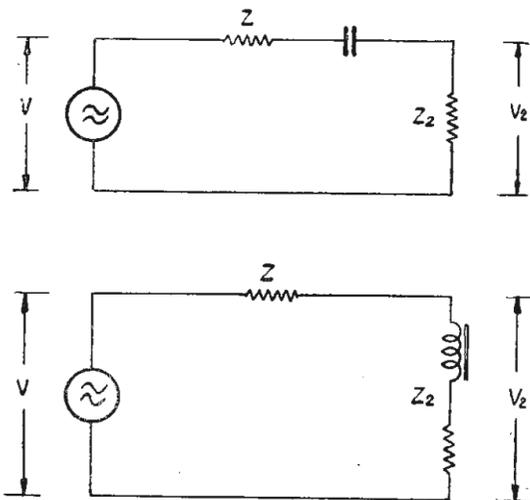

Fig. 8 - È possibile rendere  $V_2$  variabile in funzione della frequenza, agendo su  $Z$  oppure su  $Z_2$ .
*Circuiti a impedenza variabile:* poichè la c.r. è in genere applicata a mezzo di un partitore, definita (fig. 8)  $V$  la tensione totale di c.r. disponibile e  $V_2$  quella applicata, essendo